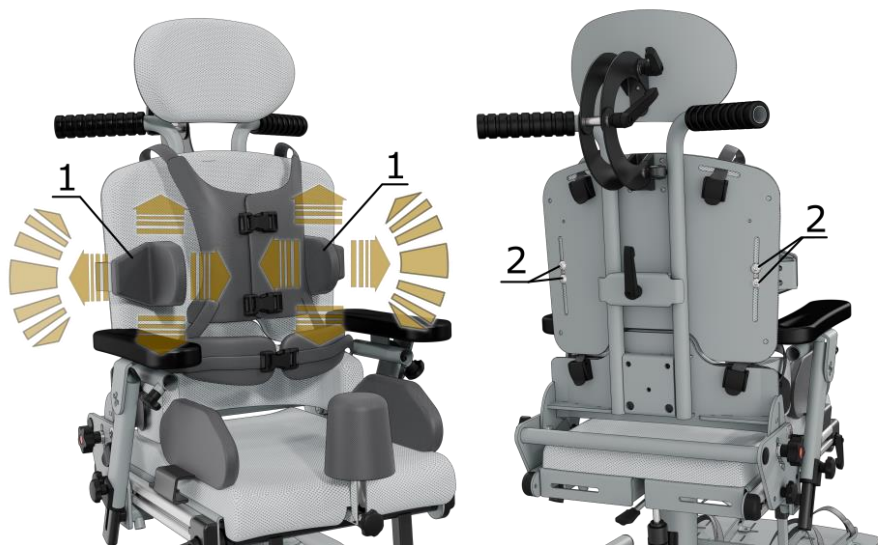

Рисунок 11. Настройка положения боковых опор для тела.
Для настройки положения боковой опоры (1) по ширине и высоте разблокируйте ее перемещение, вращением против часовой стрелки винтов фиксатора (2). Установите опору (1) в нужное положение и вращением по часовой стрелке плотно затяните винты фиксатора (2). (рис.11)